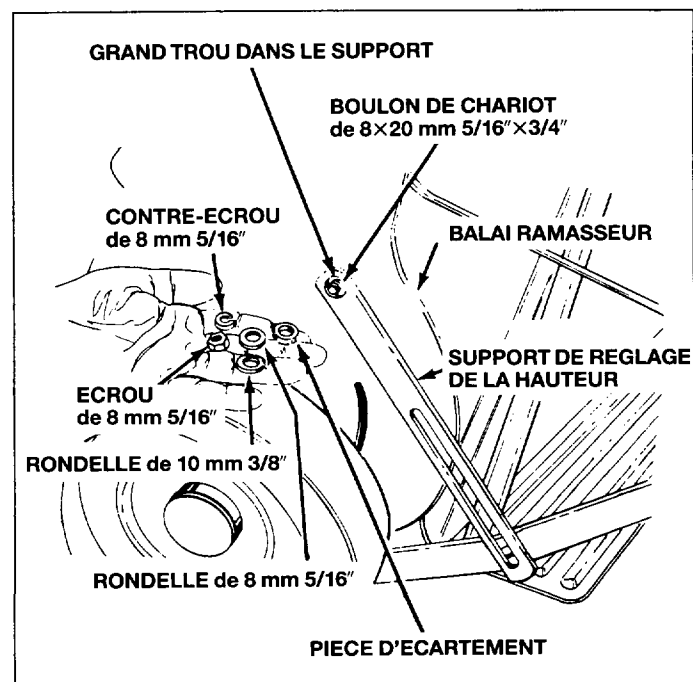

Fig. 9
- Installez sur le balai ramasseur le support de réglage en hauteur (extrémité percée d'un trou). Voir la figure 9. Placez le boulon de chariot de 8 x 20 mm dans le trou carré du côté droit du balai ramasseur. Installez ensuite la rondelle plate de 10 mm à côté du couvercle. Puis insérez la pièce d'écartement dans le grand trou du support et par-dessus l'extrémité du boulon du chariot. Fixez-la avec une rondelle plate de 8 mm, un contre-écrou de 8 mm et un écrou de 8 mm. Voir la figure 9.